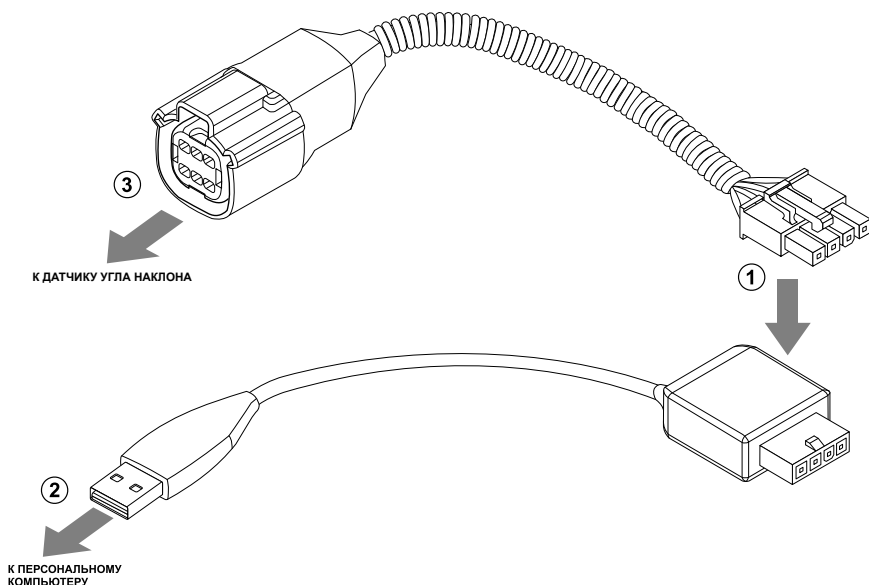

Рис.7. Подключение датчика к ПК.
- подключите четырехконтактный разъем преобразователя TKLS-Prog-485 к четырехконтактному разъему переходного кабеля (**Рис.7, п.1**). Переходный кабель поставляется в комплекте с преобразователем;
- подключите USB разъем преобразователя к ПК (**Рис.7, п.2**);
- подключите другой конец переходного кабеля к Разъему 1 датчика угла (**Рис.7, п.3**).